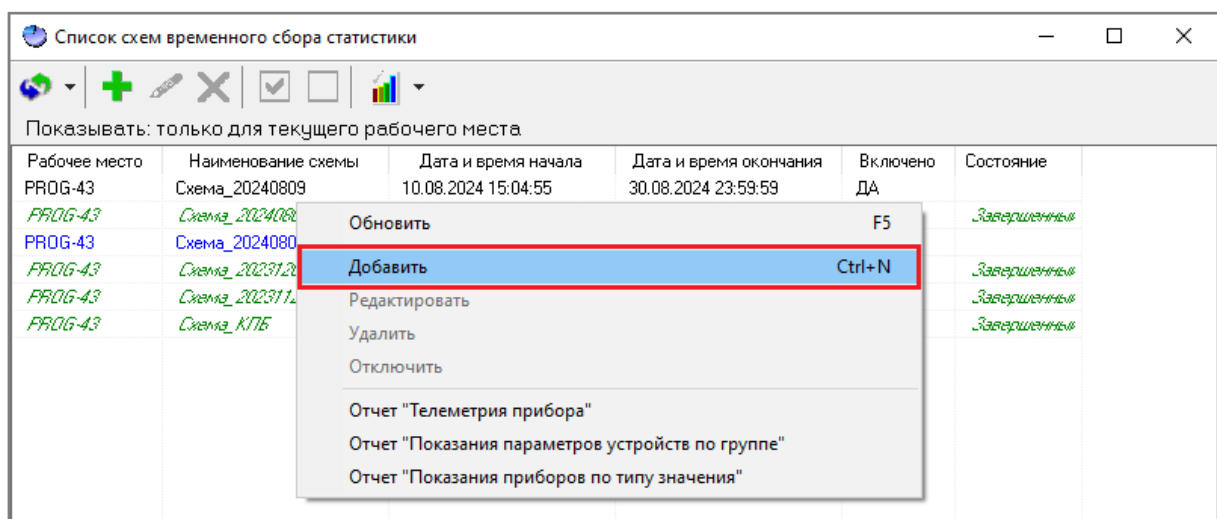

Рисунок 12-113 Создание схемы ВСС через контекстное меню области списка схем ВСС окна "Список схем временного сбора статистики"
- либо вызовите контекстное меню области списка схем ВСС (см. п. 12.6.1.2.1) окна «Список схем временного сбора статистики» и выберите в нем пункт «Добавить» (см. Рисунок 12-113);